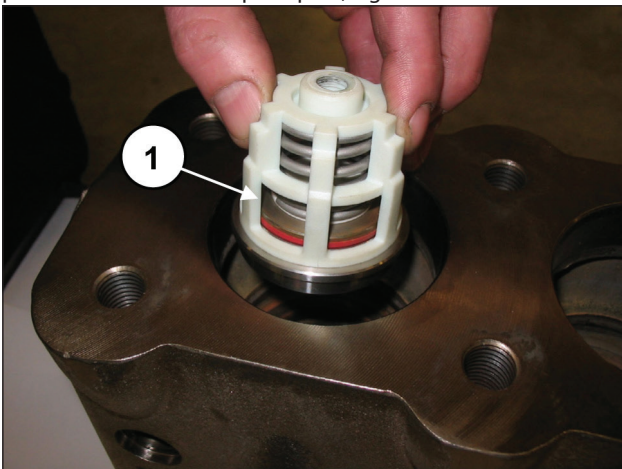
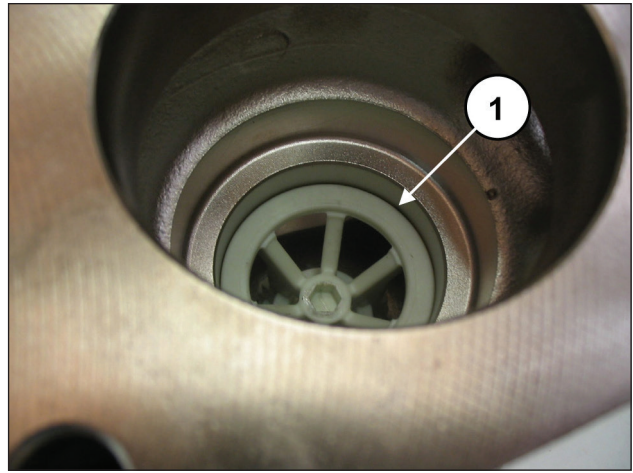

Fig. 104
Fig. 105
Placer le groupe soupape d'aspiration (rep. ①, Fig. 104), puis l'entretoise (rep. ①, Fig. 105).
Engager à fond le groupe soupape complet qui devra être positionné comme indiqué rep. ①, Fig. 105.